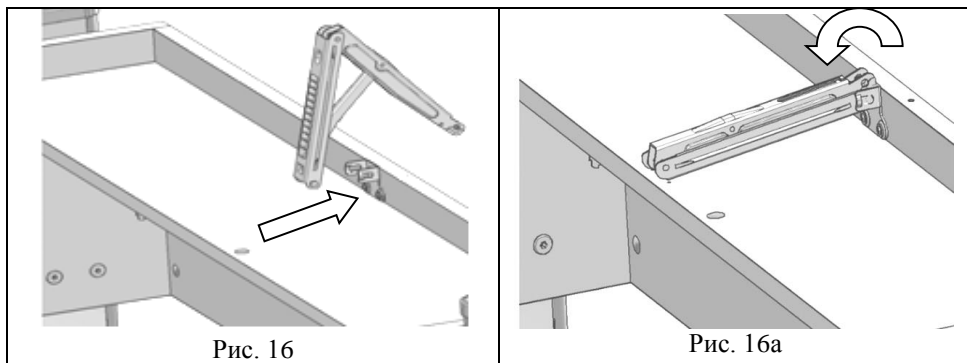

Рис. 16
5.3.2. Фиксатор столешницы Multiflex (поз. 1, пакет № 9а) нижней частью ввести в кронштейн нижний (см. рис. 16; 16а).
Рис. 16а